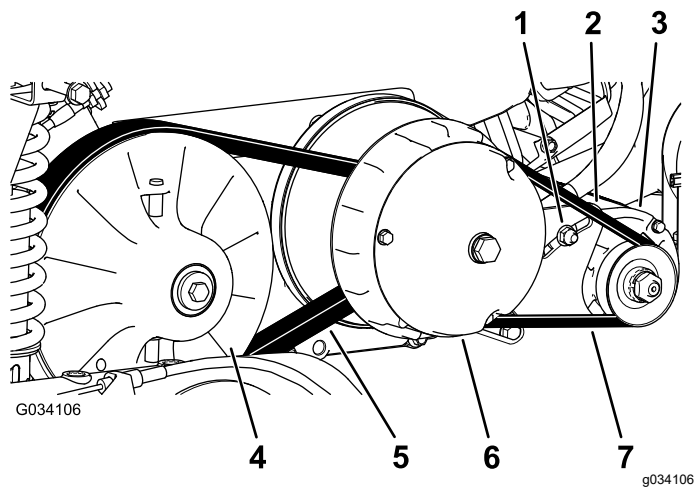

Figura 63
6. Haga girar la correa e inspecciónela (Figura 63) para asegurarse de que no está excesivamente desgastada o dañada.
3. Haga girar la correa y llévela sobre el embrague secundario (Figura 63).
4. Retire la correa del embrague primario (Figura 63).
5. Coloque la correa nueva sobre el embrague primario (Figura 63).
6. Haga girar la correa y llévela sobre el embrague secundario (Figura 63).
2. Afloje la tuerca del pivote del generador de arranque (Figura 63).
4. Aplique presión hacia abajo sobre la palanca para hacer girar el motor de arranque hacia abajo en la ranura, hasta que la tensión de la correa solo permita una desviación de 6 mm con 44 N de fuerza (Figura 63).
5. Apriete la tuerca del pivote a mano y retire la palanca (Figura 63).